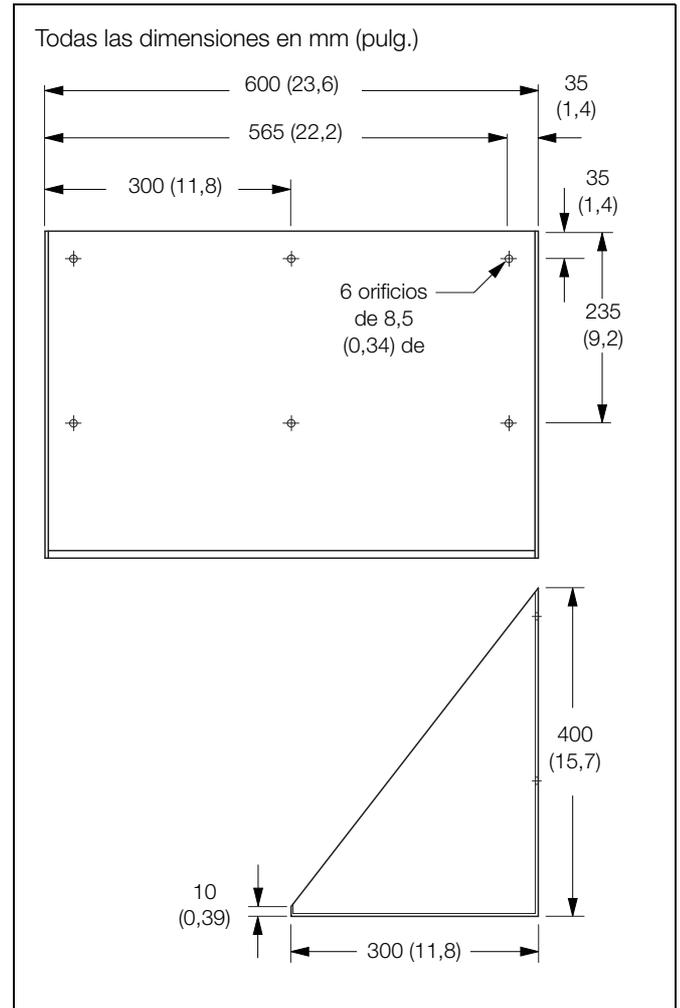

Fig. 4.3 Bandeja de montaje del reactivo (opción)
1. Marque la pared utilizando las dimensiones que se muestran en la Fig. 4.3.